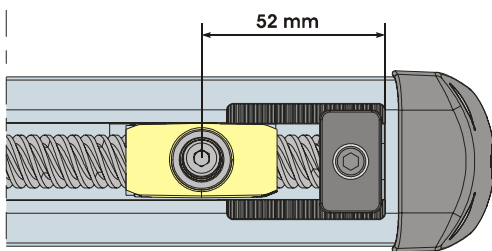
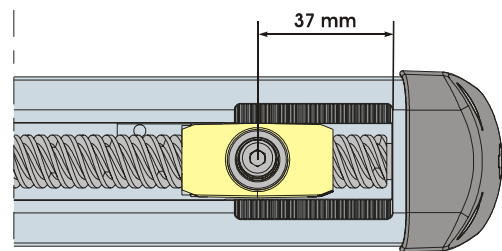

Fig. 9
Fig. 10
3) Vérifier que la patte d'attache antérieure se trouve dans la position indiquée dans la Fig.9 (avec l'arrêt mécanique en fermeture) ou dans la Fig.10 (sans l'arrêt mécanique en fermeture). Si cela ne se produit pas, pour amener la patte d'attache en position, alimenter momentanément l'opérateur.